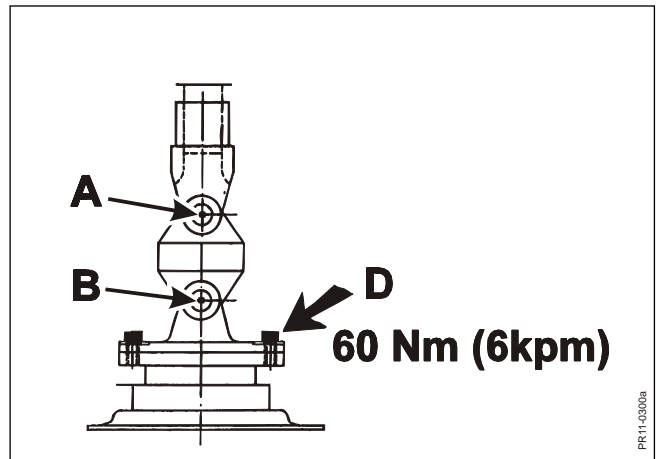

Fig. 5-28
**Fig. 5-28** L'albero cardanico è ingrassato "a vita". La Pdp dovrebbe girare con un minimo angolo, il valore di differenza tra i punti **A** e **B** dovrebbe essere massimo 6 mm (+/- 3).